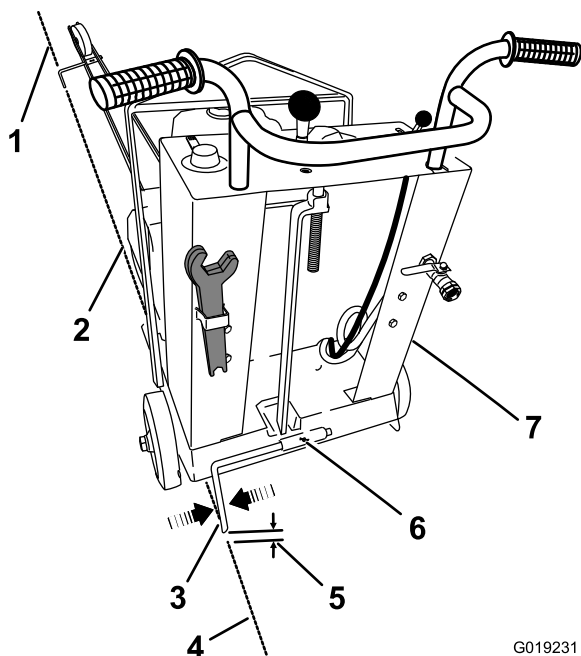

Figure 22
1. Tracez à la craie une ligne de 3 m (10 pi) ou plus sur la surface de travail (Figure 22).
2. Alignez la lame et le pointeur avant sur la ligne tracée sur la surface de travail (Figure 22).
3. Au dos de la console, desserrez la vis à oreilles qui fixe le pointeur à l'arrière de la base et faites pivoter le pointeur vers le bas (Figure 22).
4. Glissez le pointeur vers la gauche ou la droite pour l'aligner avec le trait tracé sur la surface de travail, et élevez-le à 3–6 mm (1/8–1/4 po) au-dessus de la surface de travail (Figure 22).
5. Resserrez la vis à oreilles qui fixe le pointeur à la base de la machine (Figure 22).